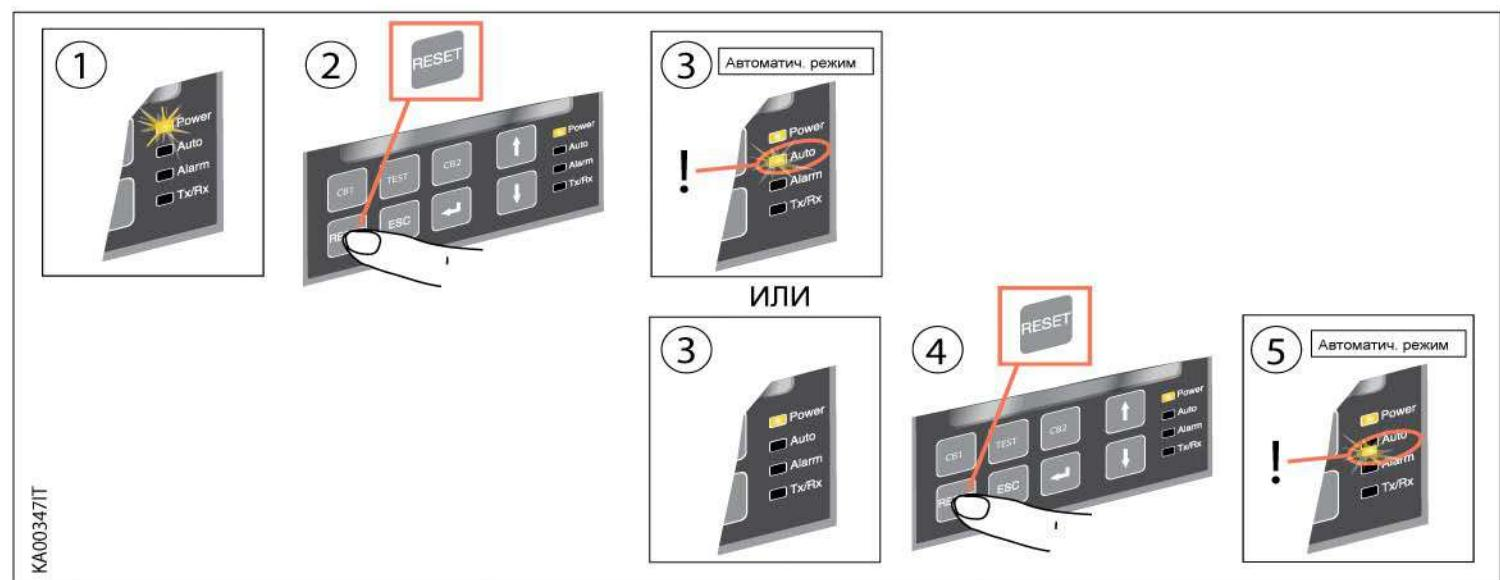

Рисунок 5.3: Описание процедуры выбора Автоматического режима работы ATS022
- Убедитесь, что горит светодиод Power, смотри Рисунок 5.3/1
- Нажмите кнопку RESET, смотри Рисунок 5.3/2. Если светодиод Auto горит, то блок ATS022 находится в Автоматическом режиме работы, смотри Рисунок 5.3/3
- Если светодиод Auto не горит, то нажмите RESET ещё раз; Светодиод Auto загорится и блок ATS перейдёт в Автоматический режим, смотри Рисунок 5.3/4